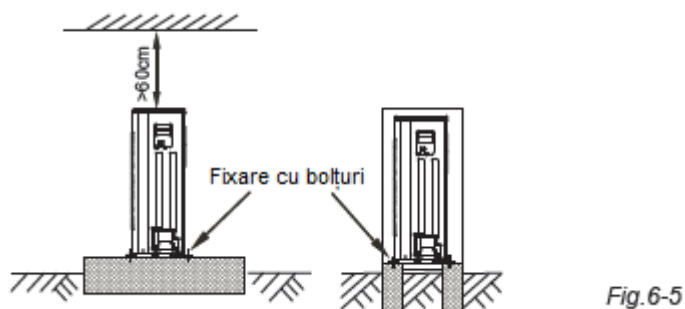

Fig. 6-5
- Realizați o structură de beton conform cu specificațiile unității exterioare. (Consultați Fig. 6-5)
- Legați picioarele aparatului în mod ferm cu bolțuri pentru a preveni prăbușirea în cazul unui cutremur sau a unui vânt puternic. (Consultați Fig. 6-5)